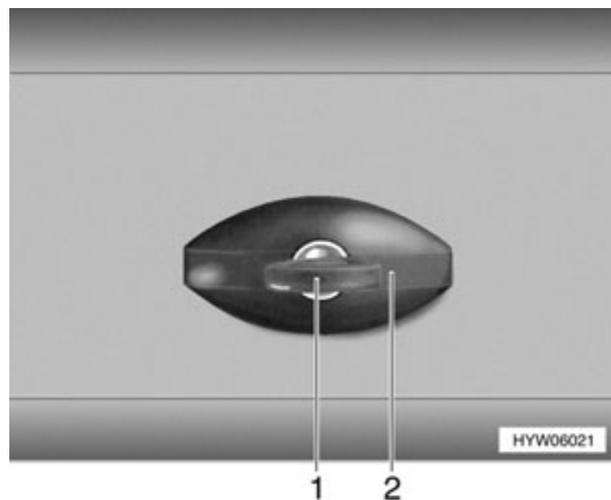

Fig. 30 Serrure du portillon (variante 2)
- ▷ Par temps pluvieux, l'eau peut pénétrer dans la serrure ouverte du portillon. Il faut donc fermer la poignée de la serrure (Fig. 30,2) voir Fig. 30.
- Insérer la clé dans le barillet (Fig. 30,1) et la tourner d'un quart de tour dans le sens inverse des aiguilles d'une montre. La poignée de la serrure (Fig. 30,2) ressort.